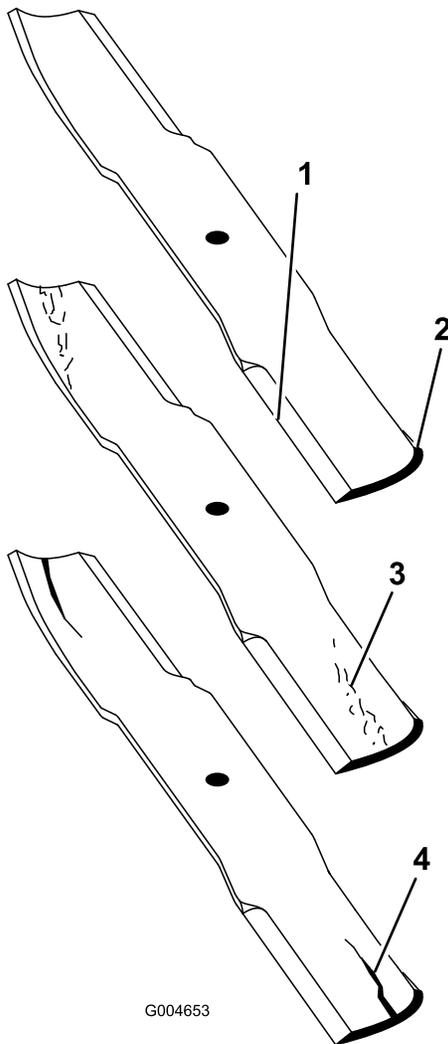

Bild 19
1. Untersuchen Sie die Schnittkanten (Bild 19). Entfernen und schärfen Sie die Messer, wenn die Schnittkanten nicht scharf sind oder Auskerbungen aufweisen. Siehe „Schärfen der Messer“.
2. Untersuchen Sie die Schnittmesser, insbesondere den flachen Bereich (Bild 19). Wenn Sie Schäden, Verschleiß oder Rillenbildung in diesem Bereich
feststellen (Bild 19), sollten Sie sofort ein neues Schnittmesser einbauen.